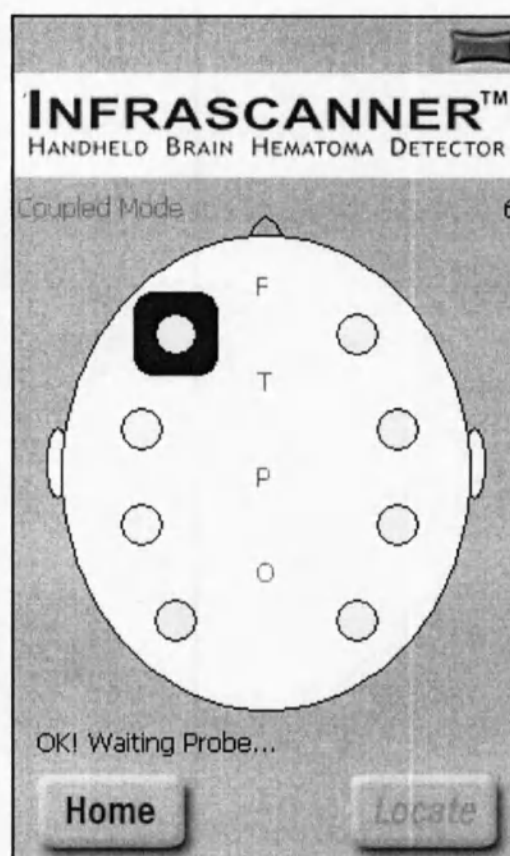

Рис. 3-5 Экран измерения
4. Чтобы начать измерение пациента, выберите кнопку **"Next"** (Далее). После появления экрана измерения (рис. 3-5) убедитесь, что в левой нижней части экрана появилось сообщение **"OK, Waiting probe"**. Убедитесь, что в левой верхней части экрана отображается **"Coupled Mode"**. Если нет, то свяжитесь с производителем. Если вместо **"OK, Waiting probe"** отображается сообщение **"communications error"**, снимите защитную одноразовую крышку и установите ее обратно, чтобы сбросить инфракрасный сканер в исходное состояние. Повторно иницируйте сбор данных.
5. Система готова для проведения измерения. Начните сканирование попеременно левой и правой части головы в соответствии со схемой сканирования, описанной в предыдущей главе. Синий квадрат на экране (Рис. 3-5) показывает местоположение текущего измерения.